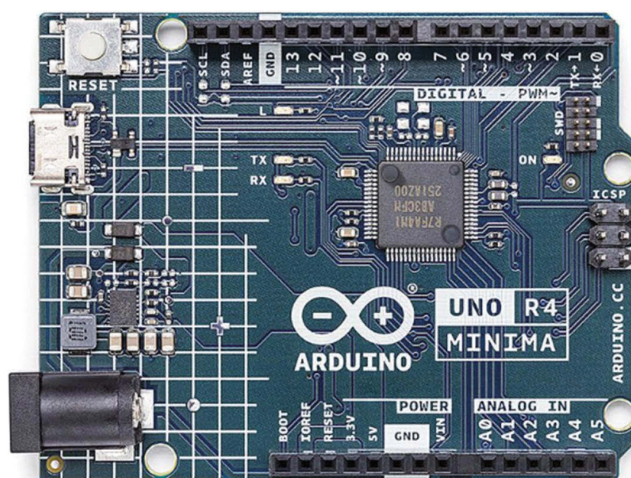

Рис. 1.1. Внешний вид печатной платы Arduino Uno R4 Minima
На рис. 1.1 показан внешний вид печатной платы Arduino Uno R4. Посадочный размер печатной платы и расположение разъемов такие же, как у Uno R3. В центре печатной платы расположен микроконтроллер RA4M1. На левой (по рисунку) стороне печатной платы можно увидеть кнопку Reset, разъем USB-C для подключения к компьютеру и круглый гнездовой разъем DC для подачи внешнего питания. На противоположном краю печатной платы вы можете увидеть 6-контактный разъем внутрисхемного программирования (In System Programming, ISP, он же интерфейс SPI) и 10-контактные контакты интерфейса SWD/JTAG. Встроенный светодиод подключен к выводу 13, как и в Uno R3. Кроме того, к контактам последовательного порта TX и RX подключены желтые светодиоды для индикации последовательной передачи данных, зеленый светодиод указывает на питание платы, а желтый светодиод указывает на состояние линии SCK интерфейса I2C.
**Короткий разъем** (на рис. 1.1 снизу):
**Длинный разъем** (на рис. 1.1 сверху):